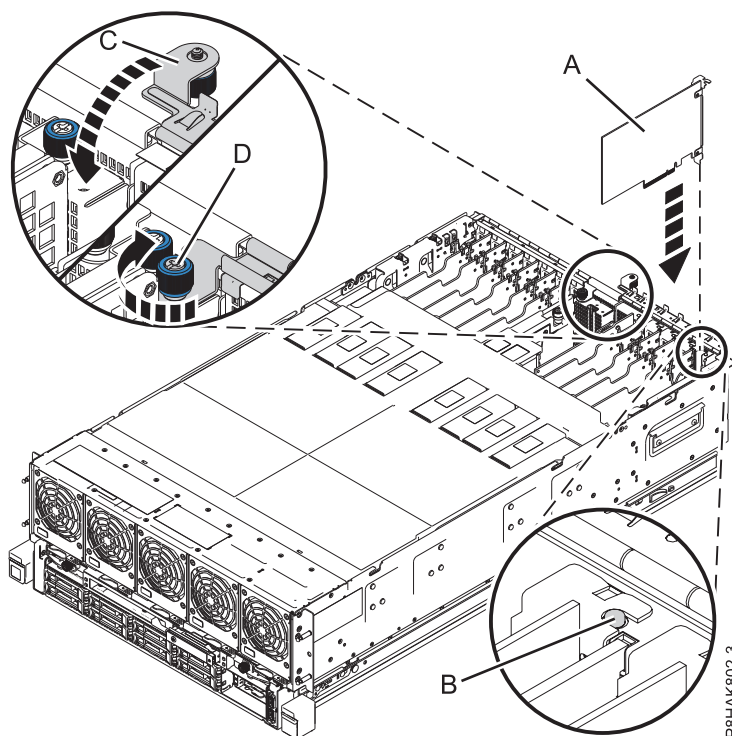

図 18. 8408-44E または 8408-E8E システムでのPCIe アダプターの取り付けまたは再取り付け
7. アダプターの上端またはテール・ストックを注意深く握り、図に示すように、システム・バックプレーン (A) のスロットとそのコネクターにアダプターを位置合わせします。30 ページの図 18
9. テール・ストックの切り欠きがシステム・シャーシのピンとかみ合ったことを確認します。 図 18 の (B) を参照してください。
10. 入出力保持ブラケット (C) を下方に回転させ、拘束つまみねじ (D) をシステム・シャーシに固定されるまで締めて、入出力保持ブラケットを閉じます。『図 18』を参照してください。